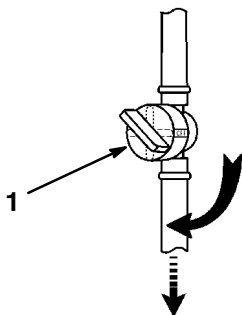

Abbildung 8
1. Den Kraftstoffhahn zwischen Kraftstofftank und Motor öffnen (Abb. 8). Der Griff sollte in einer Linie mit dem Kraftstoffschlauch liegen.